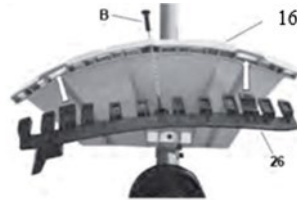

Fig.3-3
1. Al utilizar el cabezal del nylon, siempre debe instalarse la protección adicional con la cuchilla de corte. (Fig. 3-3, Fig. 3-4)
- Fijar la protección adicional (26) con el tornillo (B). (Fig. 3-3)